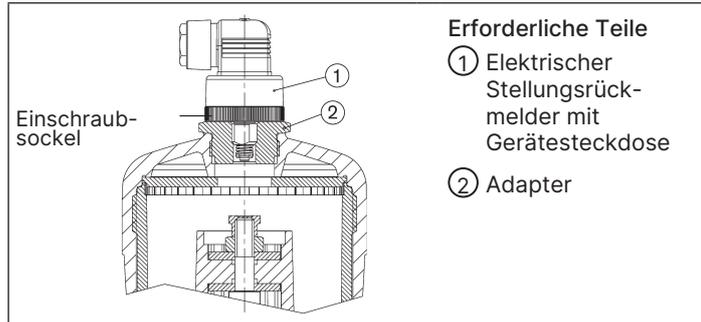

Abb. 11: Antriebsgröße 50, 63, 80 (Ø in mm) mit elektrischem Stellungsrückmelder
- Adapter (2) anstelle der Klarsichthaube auf den Antrieb schrauben (siehe „Abb. 11“).
- Elektrischen Stellungsrückmelder (1) in den Adapter (2) schrauben, dabei den Hinweis in Kapitel „11“ beachten.